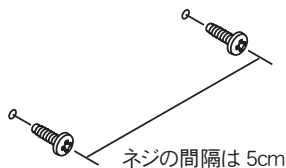

図1
- ① 付属のネジ（プレジャータッピング 4×16）を5cm 間隔で取り付けます（図1参照）。